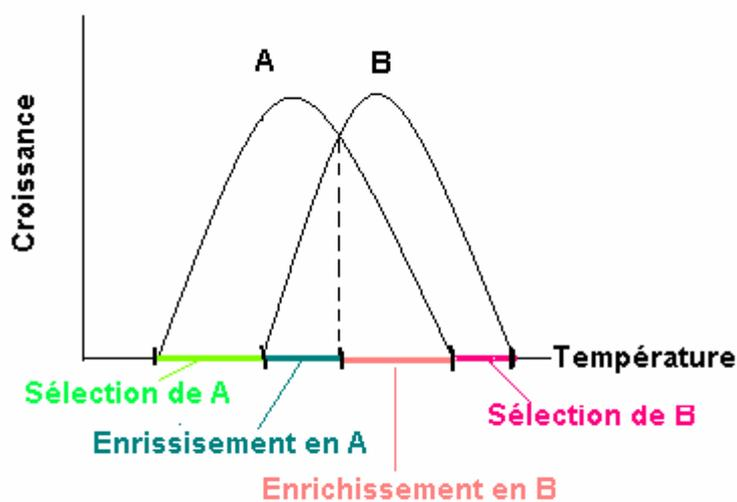

Figure 8 : Utilisation de la température d'incubation comme facteur d'enrichissement ou de sélection
- Sélection ou enrichissement en jouant sur l'intervalle de développement des bactéries en mélange (figure 8).